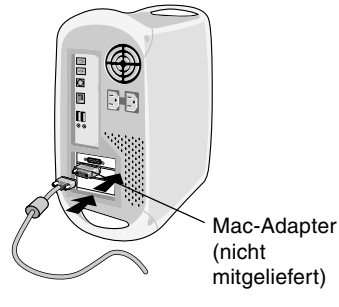

Abbildung B.1
**Mac:** Schließen Sie den Macintosh-Kabeladapter (nicht mitgeliefert) an den Computer an (**Abbildung B.1**). Schließen Sie ein Ende des Signalkabels an den Macintosh-Kabeladapter an (**Abbildung B.1**).